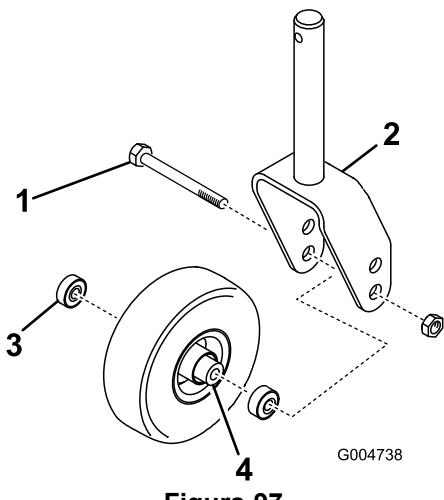

Figura 97
1. Retire la contratuerca del perno que sujetla el conjunto de la rueda giratoria entre la horquilla o el brazo de pivote (Figura 97).
2. Sujete la rueda giratoria y retire el perno de la horquilla o del brazo de pivote (Figura 97).
3. Retire el cojinete de la rueda y deje que se caiga el suplemento del cojinete (Figura 97).
4. Retire el cojinete del otro lado de la rueda (Figura 97).